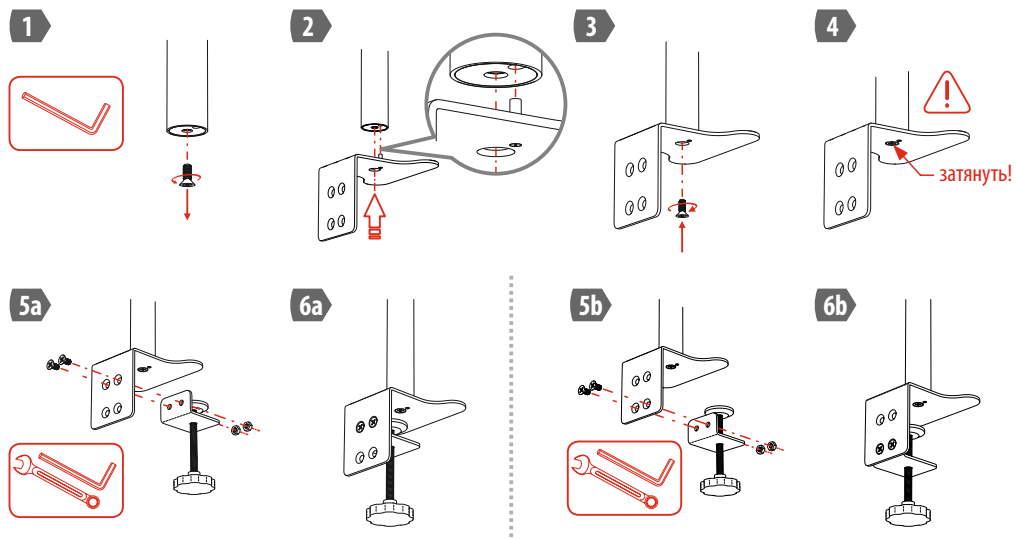

Рисунок 1. Сборка основания кронштейна. Вариант «а» для столешниц до 20 мм, вариант «б» для столешниц до 50мм.
4.2 Соберите опору и стойку кронштейна как показано на рис.1. Протягивайте винты до упора. При сборке учитывайте толщину столешницы.